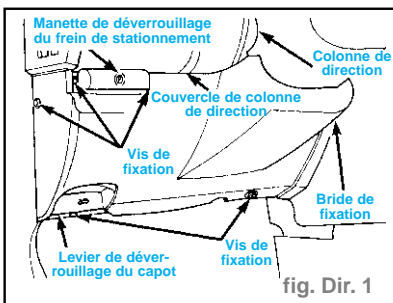

fig. Dir. 1
- Déposer les vis fixant le couvercle inférieur de colonne de direction au panneau d'instruments (fig. Dir. 1).